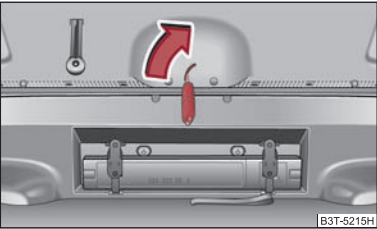

Fig. 35 Desbloqueo de emergencia de la tapa de maletero
- Introduzca la llave hasta el tope en la ranura del revestimiento ⇒ fig. 35.